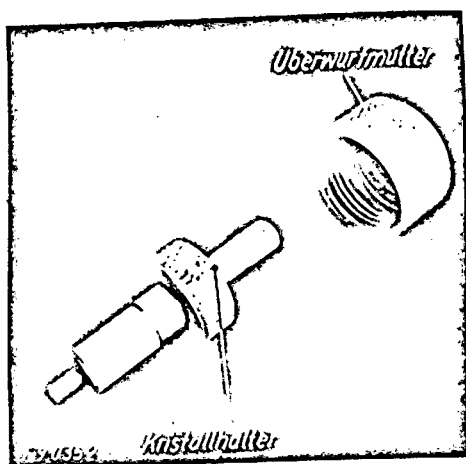

Fig. 4. 1) Screw cap; 2) crystal holder.
2. Remove crystal holder (Fig. 4).